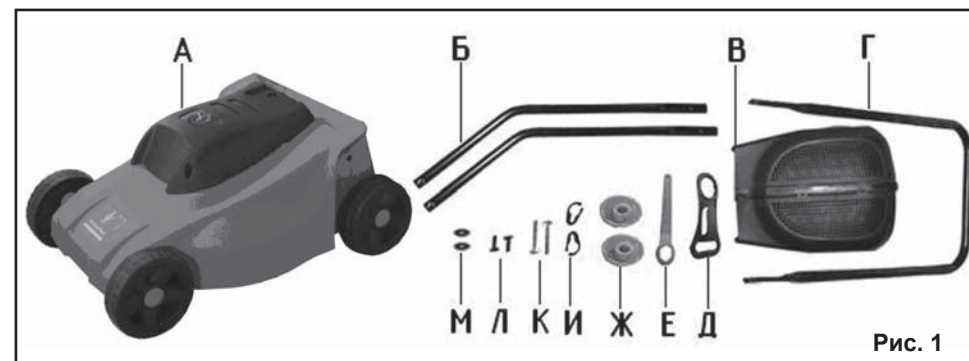

Рис. 1
3.1. Комплектность газонокосилки представлена на Рис. 1.